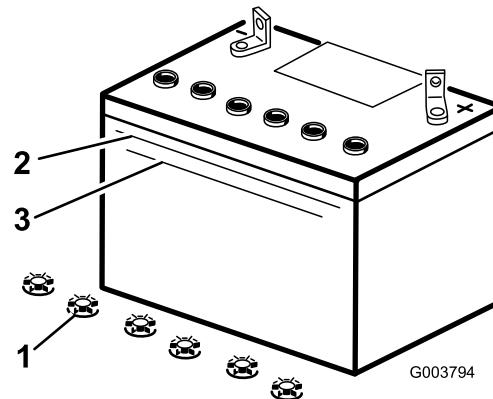

Рисунок 38
2. Посмотрите на боковую стенку аккумулятора. Уровень электролита должен доходить до линии **Upper** (Верхний) (Рисунок 38). Следите за тем, чтобы уровень электролита опустился ниже линии **Lower** (Нижний) (Рисунок 38).
3. Снимите крышки заливных горловин аккумулятора (Рисунок 38).
электролита не дойдет до линии Upper (Рисунок 38) на корпусе аккумулятора.
- После заполнения банок аккумулятора подождите пять или десять минут. В случае необходимости добавьте дистиллированную воду, пока уровень электролита не дойдет до линии Upper (Рисунок 38) на корпусе аккумулятора.